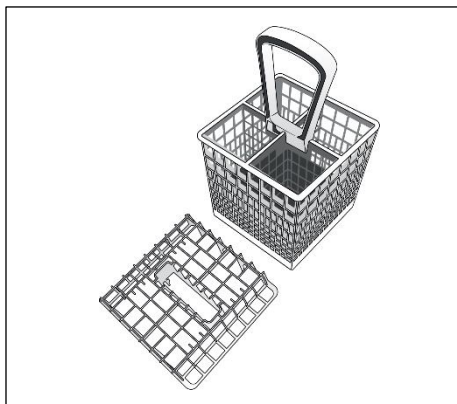

Fig. 5
• AQUAPROTECT - TUBO DE ABASTECIMENTO COM RESGUARDO (fig. 5):
- Arrume os talheres no respectivo recipiente de plástico, com o cabo para baixo. Coloque o recipiente para os talheres no cesto inferior da máquina (fig. 5), assegurando-se de que não esteja a impedir o movimento dos braços rotativos.
O cesto superior para talheres pode ser removido para lhe proporcionar várias opções de carga (fig.5).